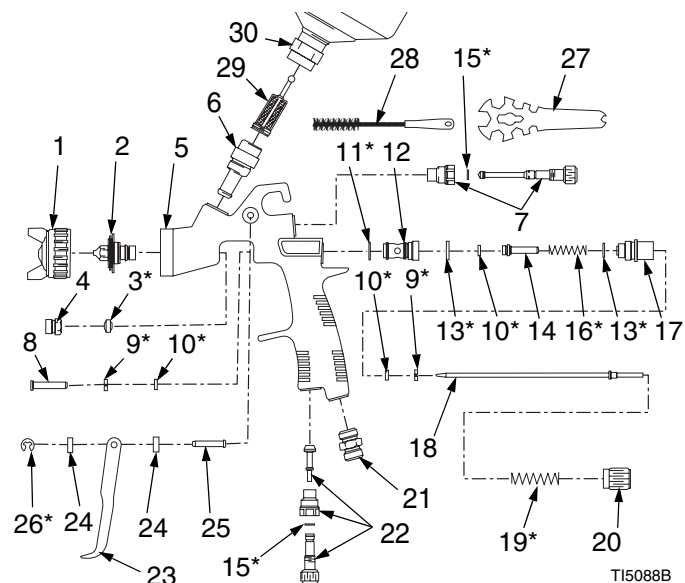

FIG. 7
5. Démontez le réservoir (30) et le filtre (29) et les nettoyer. FIG. 7.
6. Enlever le chapeau d'air (1) et la buse (2) comme indiqué à la page 11 et les plonger dans un solvant compatible.
1. Enlever le circlip (26), les joints (24), la broche (25) et la gâchette (23). FIG. 7.
2. Enlever l'écrou du presse-étoupe (4) et le joint (3).
3. Enlever l'axe (8) de la vanne d'air.
4. Démontez le raccord (17) avec une clé Allen (FX100 : 8 mm, FX200/300 : 9 mm).
5. Enlever les joints toriques (13, 10) et le support (9) du raccord (17).
6. Enlever le ressort (16), le piston (14) et le joint torique (10).
7. Enlever le siège (12) de la vanne d'air avec le joint torique (13) et le joint (11).
8. Enlever le joint torique (10) et la bague d'arrêt (9).
10. Réassembler dans l'ordre inverse. Lubrifier le pointeau et les joints toriques. Serrer les supports des garnitures des joints toriques (9) pour obtenir un mouvement souple de la tige de soupape d'air (8) et du piston de soupape d'air (14). Un serrage EXAGÉRÉ des supports des garnitures (9) des joints toriques ralentit le temps de réaction du pointeau ou coince la gâchette du pistolet. Veiller à appuyer sur la gâchette après avoir placé la buse (2).